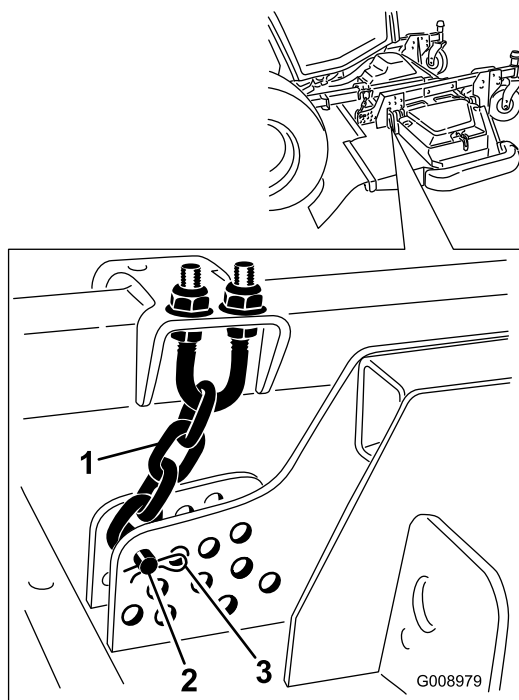

Рисунок 23
8. Снимите игольчатый шплинт и шплинтуемый штифт, которые крепят цепи для изменения высоты скашивания к задней части деки газонокосилки (Рисунок 23).